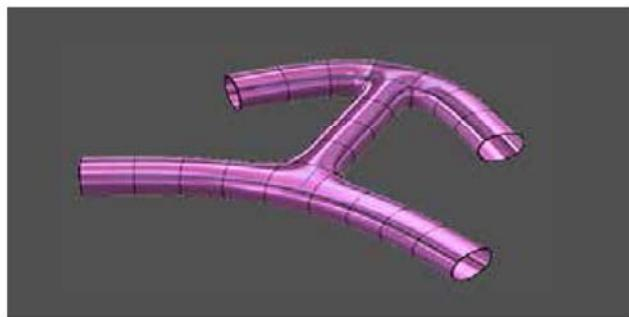

图 2-97
(7) 管道：基于选定曲线管理复杂拓扑的创建。路径可以是草图几何图元，也可以是实体的边。选择输入路径，指定全局直径，然后修改截面、路径和面数，如图 2-97 所示。